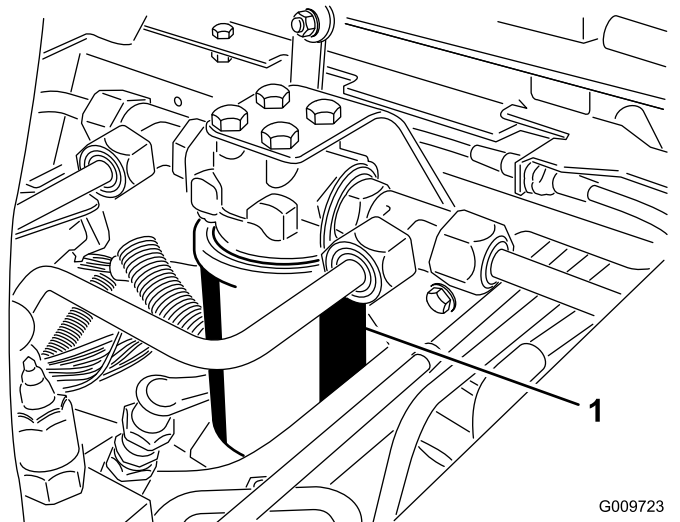
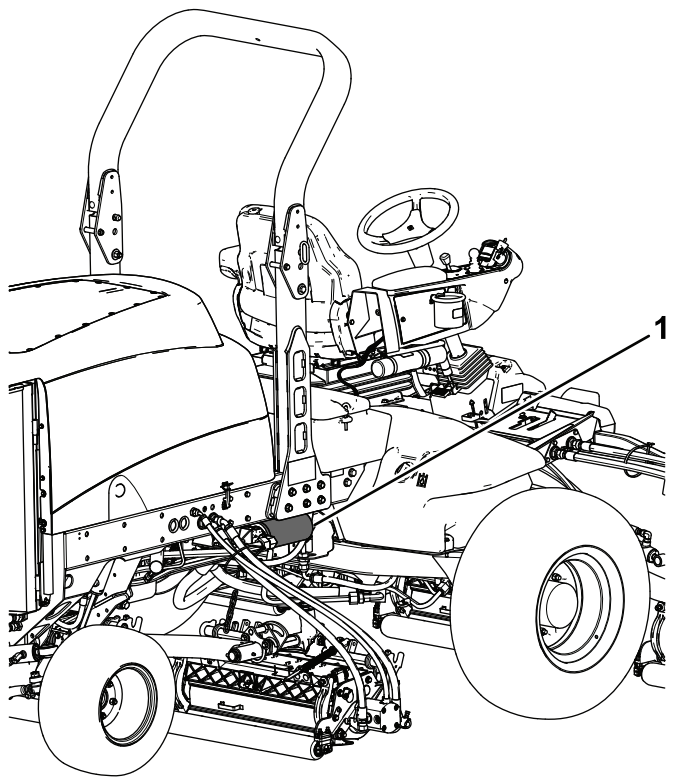

Figura 81
Figura 82
3. Coloque un recipiente debajo del filtro y retire el filtro (Figura 81 y Figura 82).